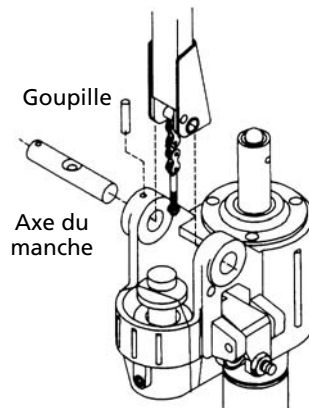

Figure 2 – Montage du manche
1. Retirer la goupille et l'axe du manche du corps de la pompe (voir Figure 2).